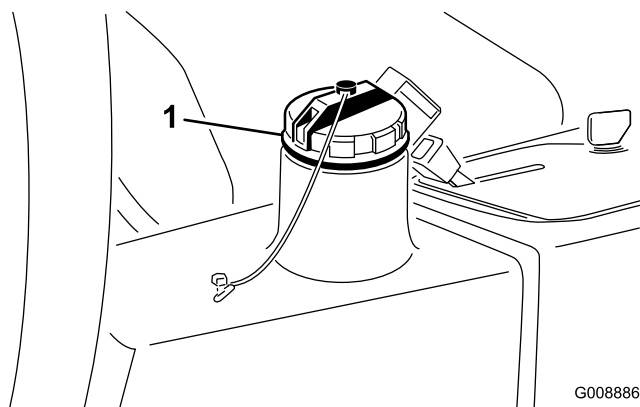

Figura 64
3. Llene el depósito (Figura 64) con aproximadamente 13,2 litros de aceite hidráulico; consulte Comprobación del sistema hidráulico.